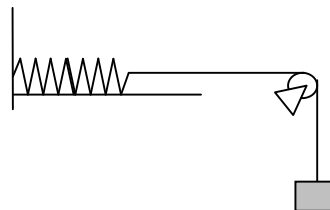

FIGURA 2
8.- Adicionalmente se propone realizar la misma experiencia utilizando el esquema señalado en la figura 2. Se desea determinar si hay diferencias en las mediciones realizadas y explicar por qué.